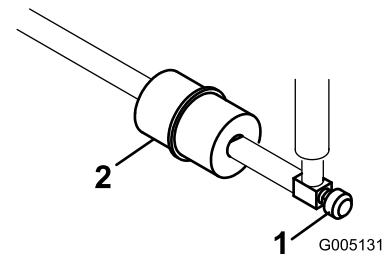

Bild 33
Der Kraftstofffilter befindet sich in der Kraftstoffleitung zwischen dem Tank und dem Vergaser (Bild 33).
- Schließen Sie den Kraftstoffhahn (Bild 33).
- Legen Sie eine Ablaufwanne unter den Filter, lockern die Schlauchklemme an der Vergaserseite des Filters und ziehen die Kraftstoffleitung vom Filter ab (Bild 33).
- Lösen Sie die andere Schlauchklemme und entfernen den Filter (Bild 33).